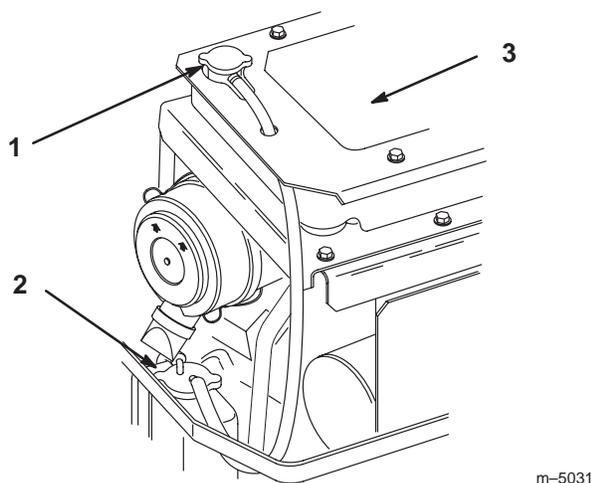

Figure 38
3. Lorsque le moteur est froid, retirez le bouchon du radiateur (Fig. 38).
6. Ajoutez un mélange de refroidissement 50/50 dans la cuve de trop-plein jusqu'au trait de repère, au besoin (Fig. 38).
6. Retirez les débris accumulés sur le faisceau du radiateur et sur le moteur (Fig. 38).